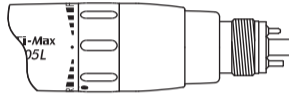

Fig. 4
- 2) Rotação em Retrocesso: Rode o anel FWD/REV para R. (Fig.4)